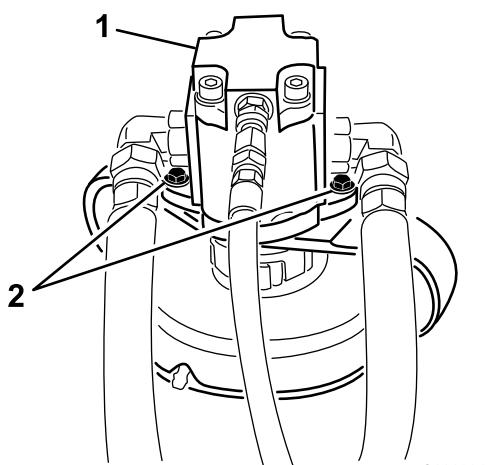

Figure 81
- 4. Enlevez les boulons qui fixent le moteur hydraulique au plateau de coupe (Figure 81). Soulevez le moteur et placez-le sur le dessus du plateau de coupe.
2. Enlevez les boulons qui fixent le moteur hydraulique au plateau de coupe (Figure 81). Soulevez le moteur et placez-le sur le dessus du plateau de coupe.